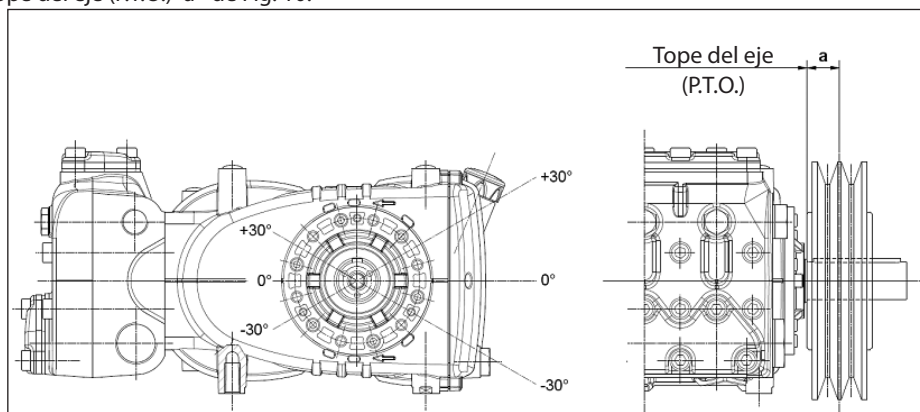

Fig. 10
La carga radial sobre el eje no debe ser superior a 3000 N (valor necesario para definir el Layout). La transmisión es considerada adecuada si tal carga es aplicada a una distancia máxima **a = 30 mm** del tope del eje (P.T.O) como se indica en la Fig. 10.
- b) Utilizar correas de alto rendimiento – por ejemplo **XPB** en lugar de **SPB** – ya que resultará necesario una cantidad inferior de correas en paridad de potencia transmitida y una consecuente distancia inferior de la resultante con respecto al tope del eje (P.T.O.) “a” de Fig. 10.